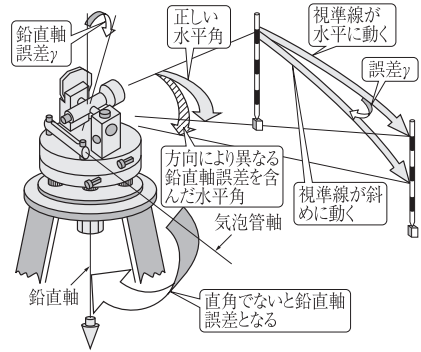

図3・1 鉛直軸誤差
- ① 鉛直軸誤差 図3・1に示すように、セオドライトに取り付けられている気泡管軸と鉛直軸とが直交していないために生じる誤差である。鉛直軸の傾いている大きさ $\gamma$ は、測定方向に